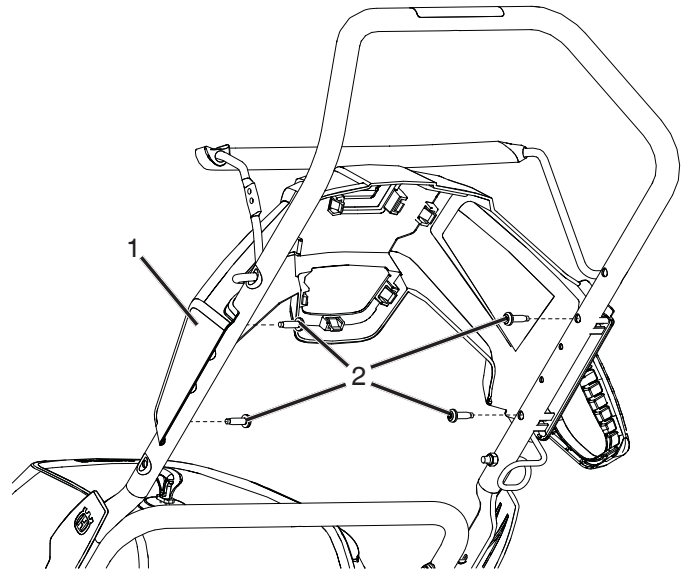

Figure 5
1. Posez le couvercle de la poignée supérieure sur les poignées à l'aide des quatre vis (2) (Figure 5).